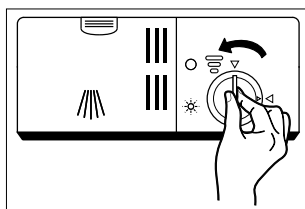

Fig. 9
- ▶ Tournez le bouchon du réservoir de produit de rinçage (6) dans le sens contraire des aiguilles d'une montre jusqu'à la flèche gauche et enlevez le bouchon (voir **fig. 9**).